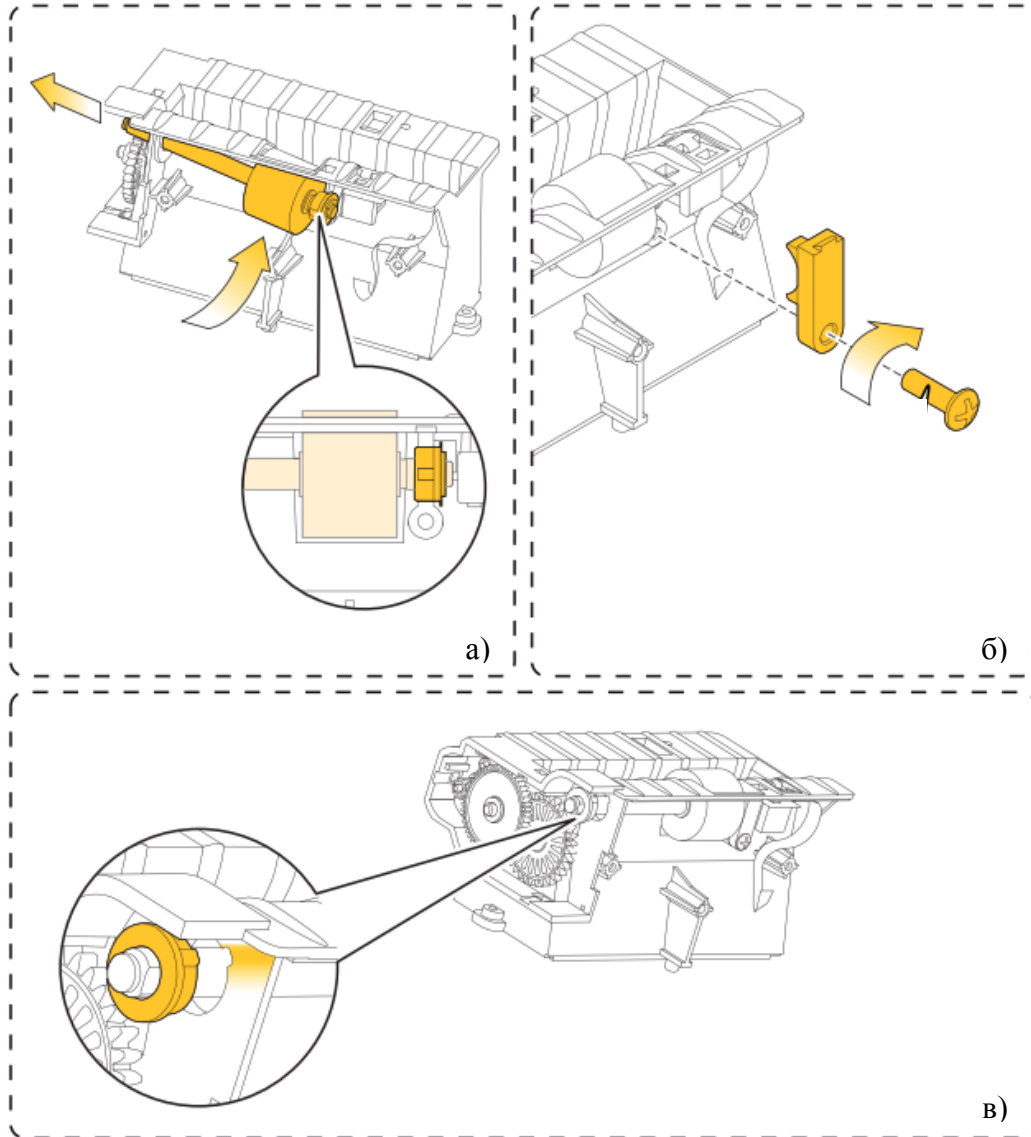

Рисунок 5.23 - Присоединение валика презентера
- вставить длинную часть валика презентера в посадочное гнездо со стороны установки шестеренок на шасси презентера и вдавить валик в посадочное гнездо (Рисунок 5.23 а)).
Внимание - Выступ на втулке с фланцем должен располагаться с наружной стороны в центральной позиции, как показано на рисунке (Рисунок 5.23 а));
- установить фиксатор (Рисунок 5.23 б)) и завинтить винт (усилие крутящего момента 50 сН х м);
- установить вторую втулку с фланцем на выступающую часть валика презентера со стороны установки шестеренок на шасси презентера и задвинуть ее в гнездо, поместив выступ втулки в прорезь, как показано на рисунке (Рисунок 5.23 в));